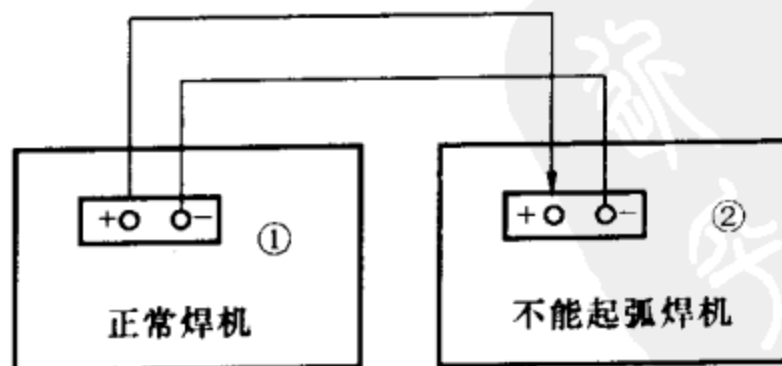

图 2-73 正常焊机对故障焊机充磁示意图
直流电焊机运转正常而不能起弧多因剩磁消失：①长期搁置不运转，使装置中的直流发电机自然退磁；②直流电焊机反向运转过，使直流发电机自然退磁；③长期放置在震动的地方也会使直流发电机剩磁消失；④直流电焊机偶然反向充磁等。针对上述原因可用如图2-73所示办法进行处理，即不能起弧的直流电焊机可由正常的直流电焊机充磁来排除故障。首先将正常的①号机直流引出端“-”极用引线接至不能起弧的②号机直流引出端“-”极，将①号机直流引出端“+”极用电焊把线引至②号机直流引出端“+”极，但先拿在手里不要接上。然后起动①号机，待其运转正常后，把电流值调至100A以下（最好50A）将